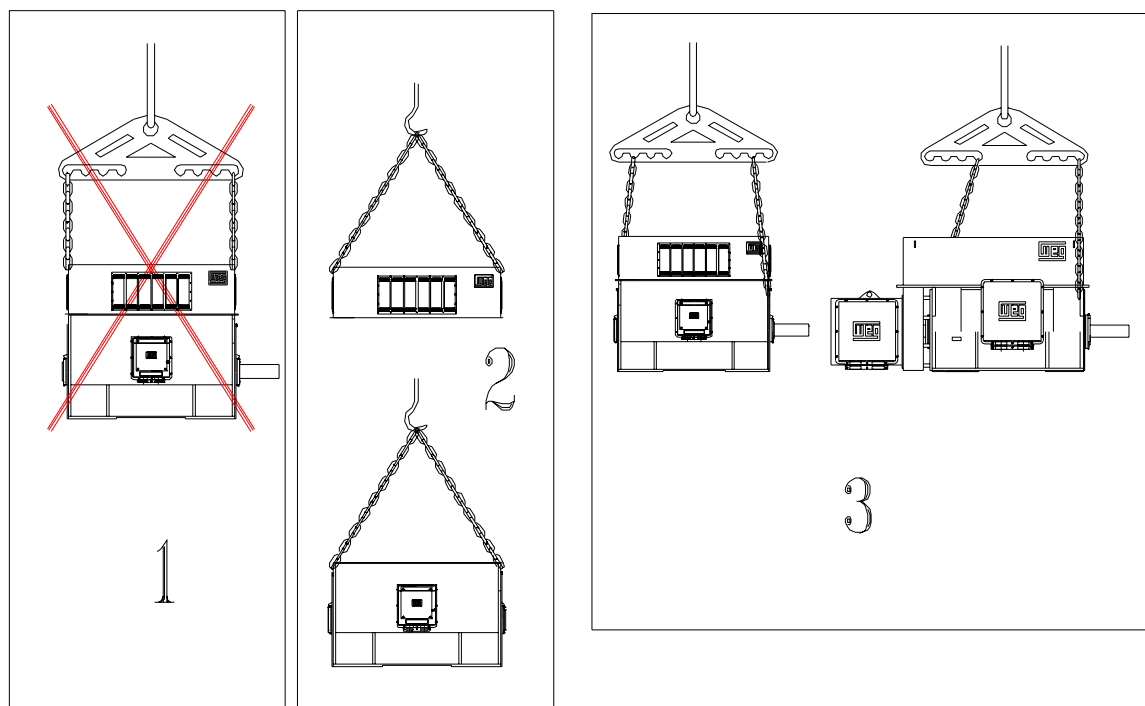

Figura 4.1: Manipulación de motores
3. En caso de que el centro de gravedad no esté perfectamente en el centro de los ojales de suspensión, utilice una de las formas ítem 3 de la figura 4.1.